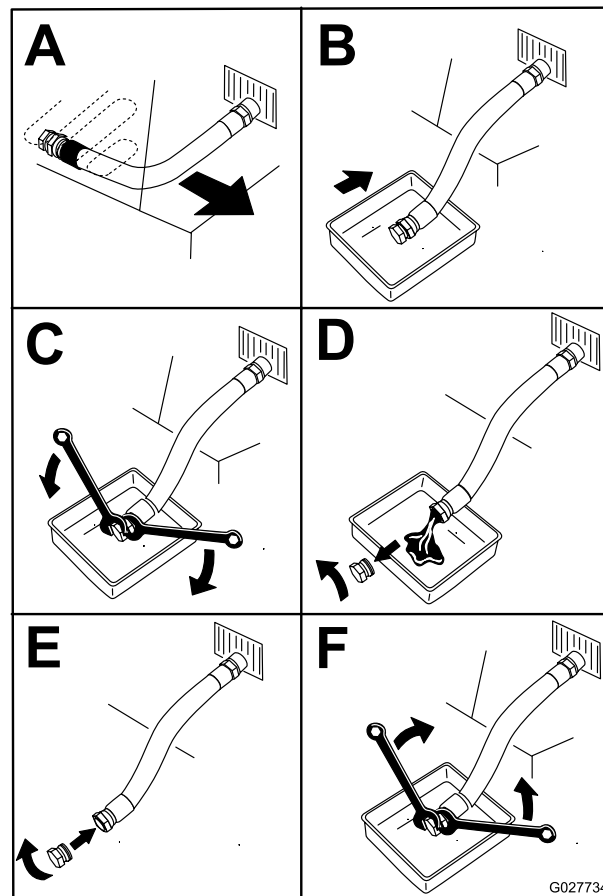

図 44
4. エンジンを停止させ、キーを抜き取り、各部が完全に停止したのを確認してから運転位置を離れる 図 44。